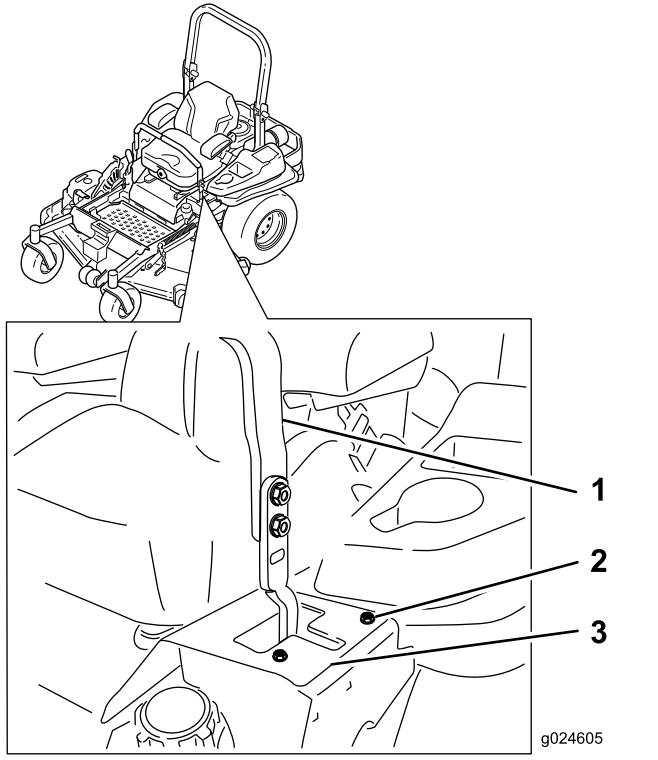

Figura 62
6. Se la macchina tende a destra, allentate i bulloni e regolate la piastra della battuta sinistra spostandola indietro sulla fessura a T sinistra finché la macchina non procede in linea retta (Figura 62).
7. Se tende a sinistra, allentate i bulloni e regolate la piastra della battuta destra spostandola indietro sulla fessura a T destra finché la macchina non procede in linea retta (Figura 62).
8. Serrate i bulloni della piastra della battuta (Figura 62).